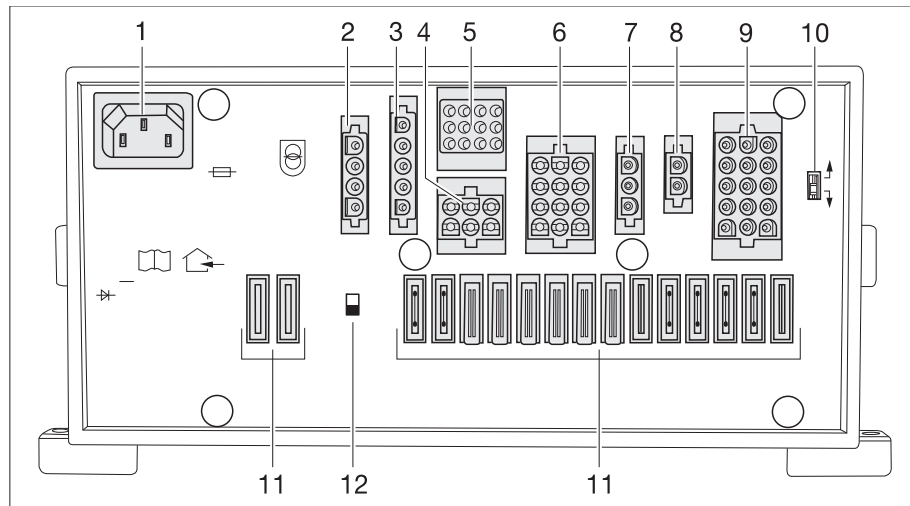

Fig. 255 Bloque eléctrico (EBL 119)
- ▷ El separador de batería (Fig. 255,12) desconecta todos los consumidores que están conectados al bloque eléctrico, de la fuente de alimentación 12 V.
- ▶ Si el selector de batería (Fig. 255,10) está mal ajustado se puede formar gas detonante. ¡Peligro de explosión!
En el selector de batería (Fig. 255,10), el módulo de carga en el bloque eléctrico se puede ajustar al tipo de batería del habitáculo montada en el vehículo ("plomo-gel", "plomo-ácido" o AGM).